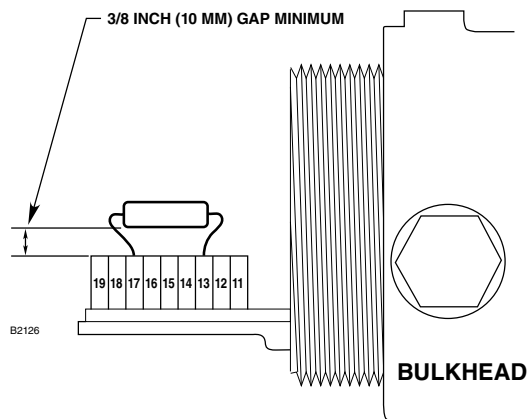

Figura 6 – Instalação do Resistor EOL
3. Dobre os condutores elétricos e instale o resistor EOL conforme mostrado na Figura 6.